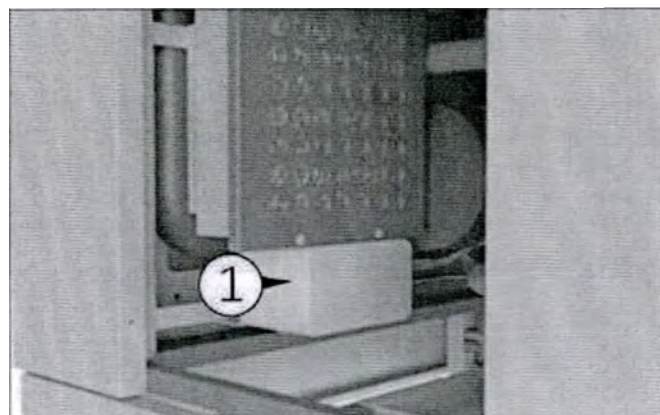
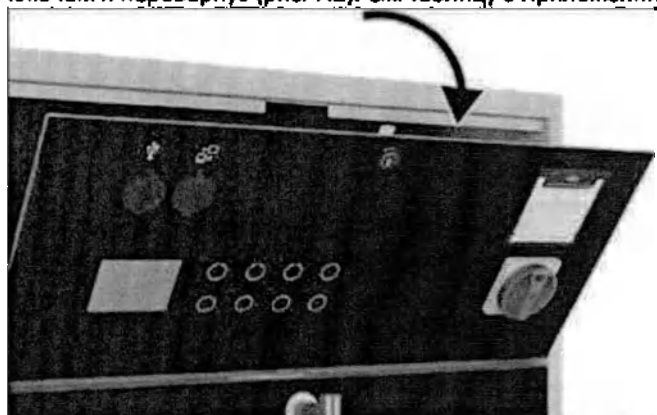

Рис. 7.1
Рис. 7.2
- Имеется распределительная коробка (1 Рис. 7.1), к которой необходимо подключить кабель питания (опционально) (эта операция входит в обязанности установщика). Распределительная коробка расположена под HEPA-фильтром на нижней панели машины.
- Машина поставляется в стандартной комплектации с внутренними предохранителями. Для замены внутренних предохранителей необходимо получить доступ к распределительной коробке внутри нижней панели (1 Рис. 7.1) и к верхней панели, открыв ее ключом и перевернув (рис. 7.2). См. таблицу в Приложении 11.7.